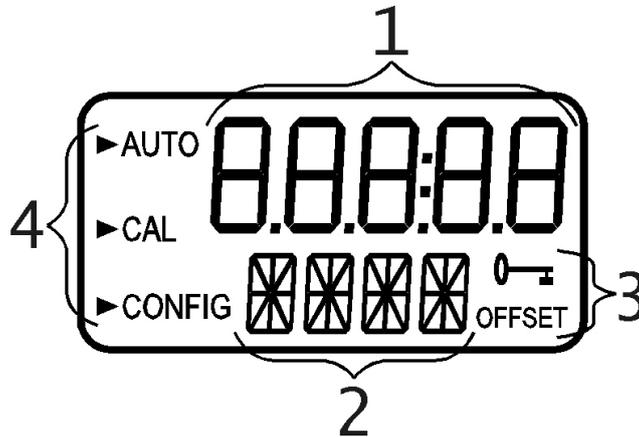

Abbildung 1 – Display.
Abb. 1 zeigt alle vorhandenen Displayanzeigen. Die obere Displayzeile (1) zeigt die Trübungswerte und die Benutzerführung der Einstellungsroutine an. Die untere Displayzeile (2) dient der Anzeige von Fehlermeldungen und Benutzerführung. Zwei Displaysymbole (3) zeigen an, dass Zugangscode und Offset-Modus genutzt werden. Pfeile (4) zeigen die aktuelle Betriebsart des Geräts an; AUTO (Normalbetrieb), CAL (Kalibrierung) und CONFIG (Konfiguration).